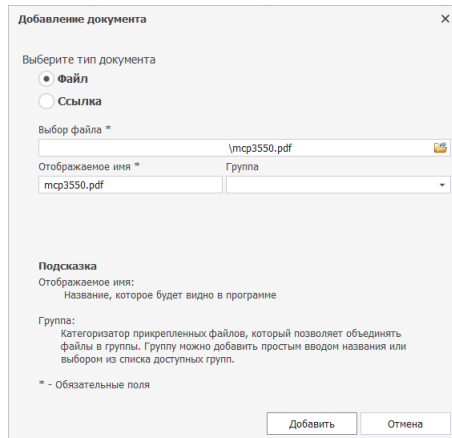

Рис. 312 Форма прикрепляемой информации
2. Заполнить поля формы «Добавление документа», см. Рис. 312.